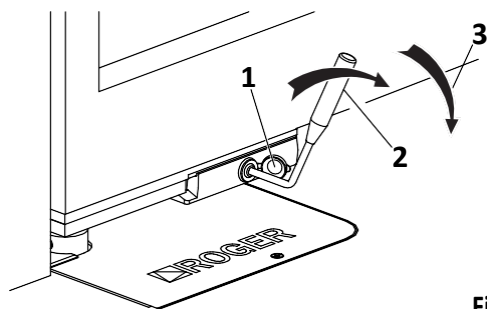
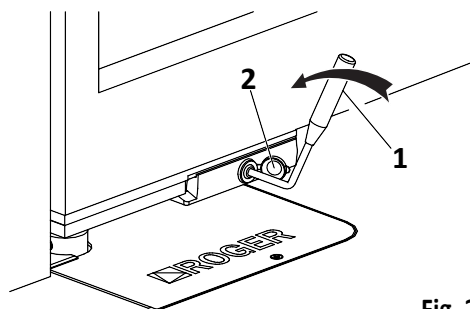

Fig. 1
Fig. 2
**Розблокування (рис. 1)**
**Крок 1** Зняти захисну кришку замкового механізму (1).
**Крок 3** Повернути важіль приблизно на 120° у напрямку до центру воріт (2).
**Крок 4** Після розблокування ворота можна переміщати вручну (3).
**Блокування (рис. 2)**